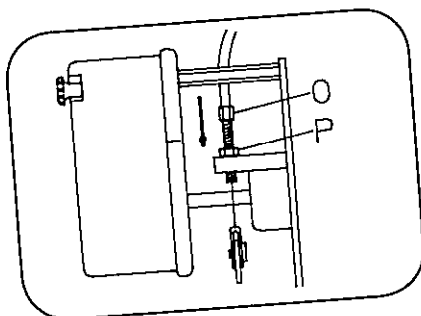

fig. 20
2. Enrosque el extremo del cable de embrague Q (fig. 20) situado en la maneta de embrague.